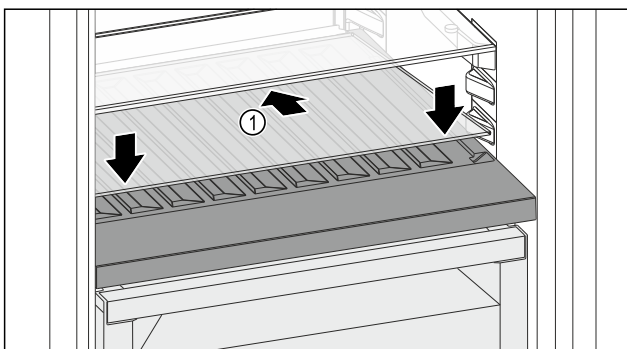

Fig. 149
- Вставте скляну полицю Fig. 149 (1) під кутом, нахиливши назад і донизу.
- Опустіть скляну полицю Fig. 149 (1) вперед.